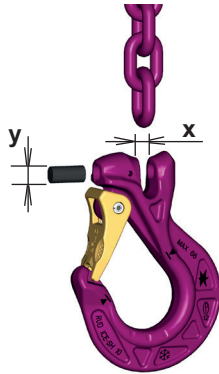

Bild 16:
- Gabelöffnung **x** verhindert der Anschluss einer dickeren ICE-Kette (Bild 16).
- Bolzendurchmesser **y** verhindern den Anschluss einer dünneren ICE-Kette (Bild 16).